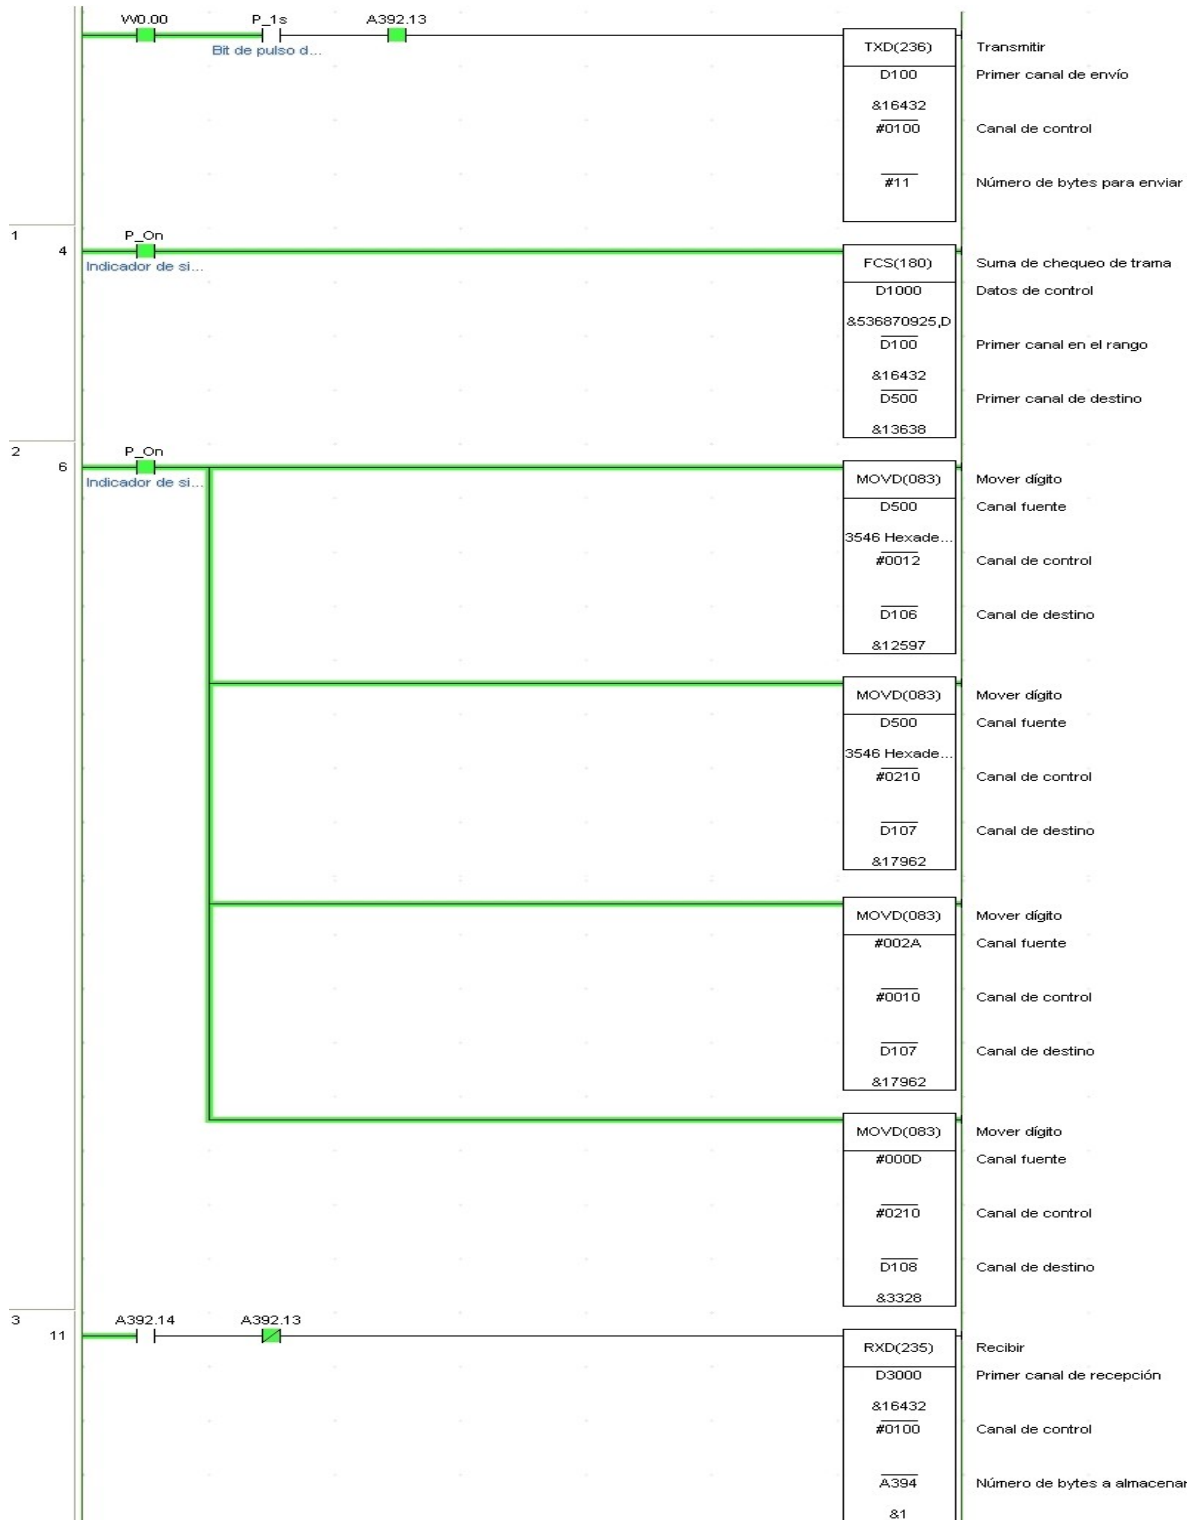

Figura 24. Programa resultante.
23. Modifique el programa del PLC **Transmisor** como se muestra en la Figura 24, el número de bytes recibidos estará en el registro A394 que luego se pasará a partir de la dirección DM3000, el bit A392.13 es la bandera que indica que el envío está listo y el bit A392.14 indica si la recepción se ha completado (Ver manual indicado en la bibliografía).